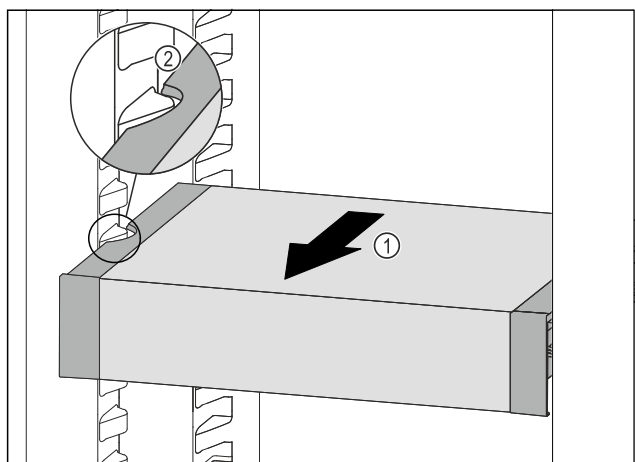

Fig. 111
- 向前拉动 VarioSafe Fig. 111 (1)，直至 VarioSafe 的侧部凹槽与冷藏区中的容器肋梁持平。 Fig. 111 (2)